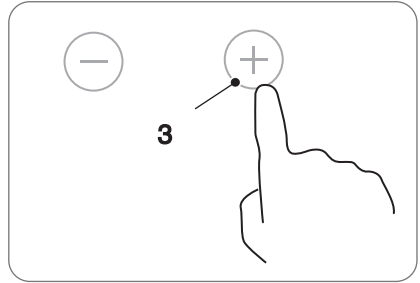

Abb. 4.12
- 1 - Drücken Sie die Auswahltaste mit der Doppelkochzone  oder  stellen Sie die Kochintensitätsstufe z. B. auf "6", (siehe Abb.4.12 zur Einstellung der Kochintensität).